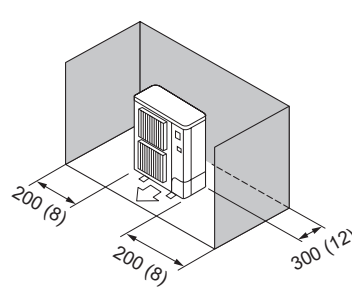

Fig. 2-8
- (3) Obstacles uniquement à l'arrière et sur les côtés (Fig. 2-8)